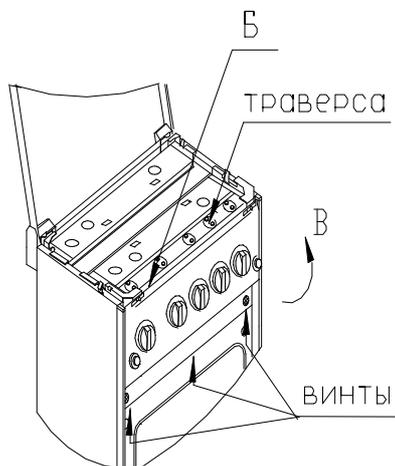

Рис. 6
### 6.2 Демонтаж панели управления плиты (рис.6).
Для того, чтобы снять панель управления (рис. 6), необходимо:
- с передней стороны духовки отвинтить винт крепления панели управления 105512 (рис.6) и снять панель;